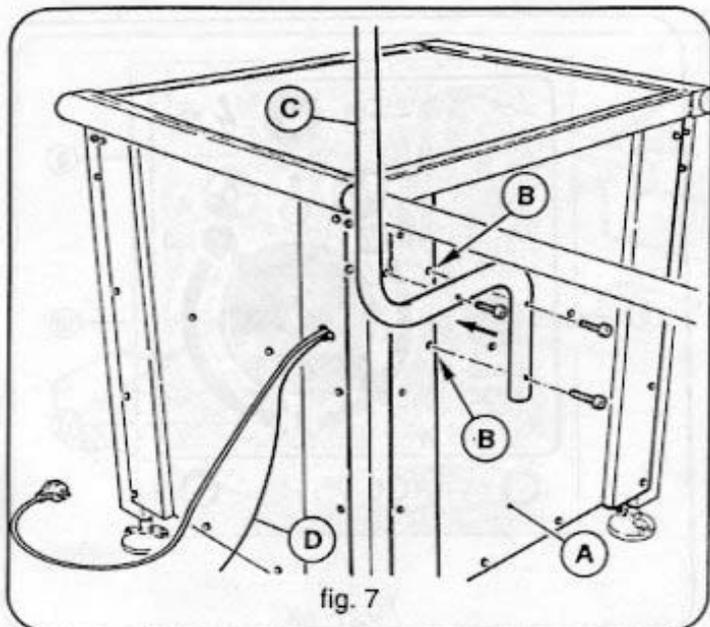
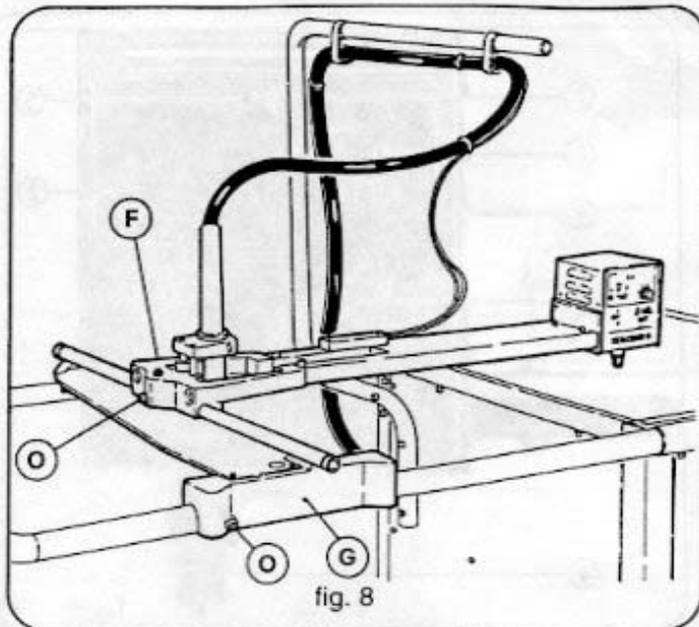
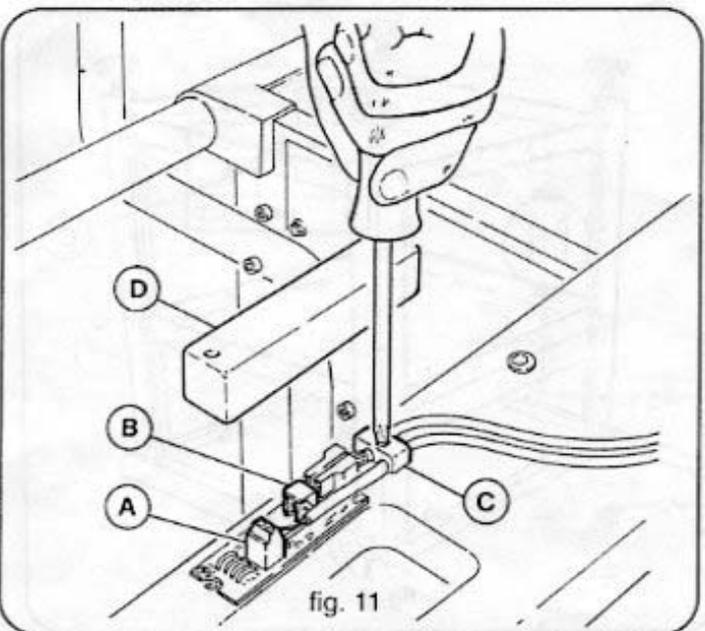

fig. 7
fig. 8
fig. 11
- Volcar la mesa de trabajo (Fig. 7)
- Sujetar el tubo porta cables C (Fig. 7) utilizando los tres tornillos M6 x 40.
- El tercer lateral debe ser colocado como indicado en la fig. 7 y sujetarlo con 12 tornillos autorroscantes.
- Colocar los carros F y G, como se indica en la Fig. 8.
Estas antorchas están normalmente provistas de un cable con dos conductores que se deberán conectar a los bornes del conector A (fig. 11).
Conectar en paralelo a los hilos del pulsador de la antorcha, dos hilos que deberán conectarse a los bornes del conector A (fig. 11).
Conectar los dos hilos del cable M (Fig. 7) a los bornes del conector B (fig. 11).
de bornes, sujetar los dos cables con la mordaza de terminal de cable C (fig. 11), a continuación cubrir con la tapa D. Fijar el cable de la antorcha, el cable D (Fig. 7) y el cable de encendido del arco (normalmente presente sólo en las antorchas para empleo automático) al tubo porta cables y a los correspondientes anillos (fig. 8). Colocar el pantógrafo y nivelarlo mediante los pies ajustables. Sujetar los pies con la tuerca de inmovilización y sujetarlos al suelo con los 4 tacos de acero en dotación.
Para limitar al máximo las oscilaciones de la antorcha, se ha previsto un freno en cada carro (fig. 8).